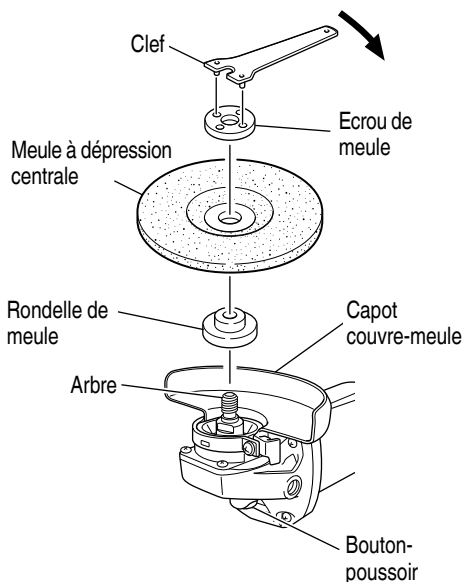

Fig. 5
S'assurer que la bouton-poussoir n'est pas engagé en appuyant dessus deux ou trois fois avant de mettre la meuleuse à disque en marche. (Fig. 5)
- (1) Mettre la meuleuse à disque à l'envers de façon que l'arbre soit dirigé vers le haut.
- (2) Aligner l'entaille de forme ovale de la rondelle de meule avec l'encoche de l'arbre, puis les attacher.
- (3) Positionner la protubérance de la meule à dépression centrale sur la rondelle de meule.
- (4) Visser l'écrou de meule sur l'arbre.
- (5) Tout en poussant sur la bouton-poussoir avec une main, verrouiller l'arbre en tournant doucement la meule à dépression centrale avec l'autre main. Serrer l'écrou de meule en utilisant la clef fournie comme montré sur la Fig. 5.